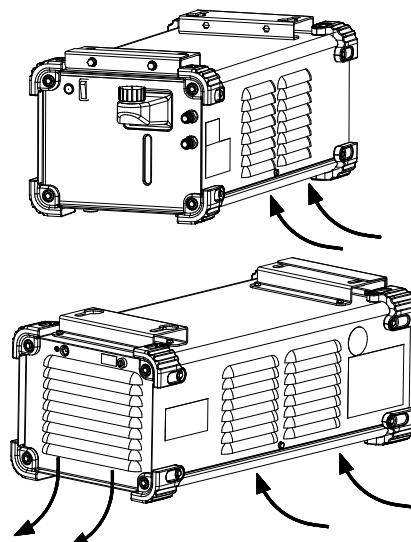

Figura 3.
9. **Ranuras de ventilación:** ofrecen una circulación adecuada del aire de ventilación (figura 3).